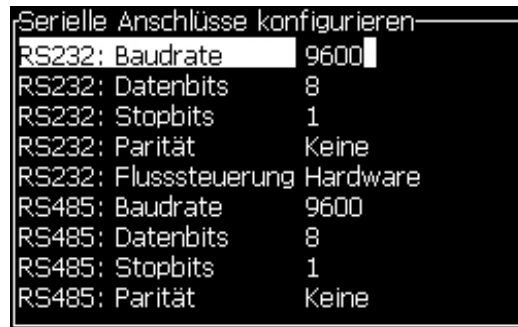

Abbildung 4-21: Dialogfeld *Serielle Anschlüsse konfigurieren*
*Configure Serial Ports (Serielle Anschlüsse konfigurieren)* erscheint (siehe Abbildung 4-21).